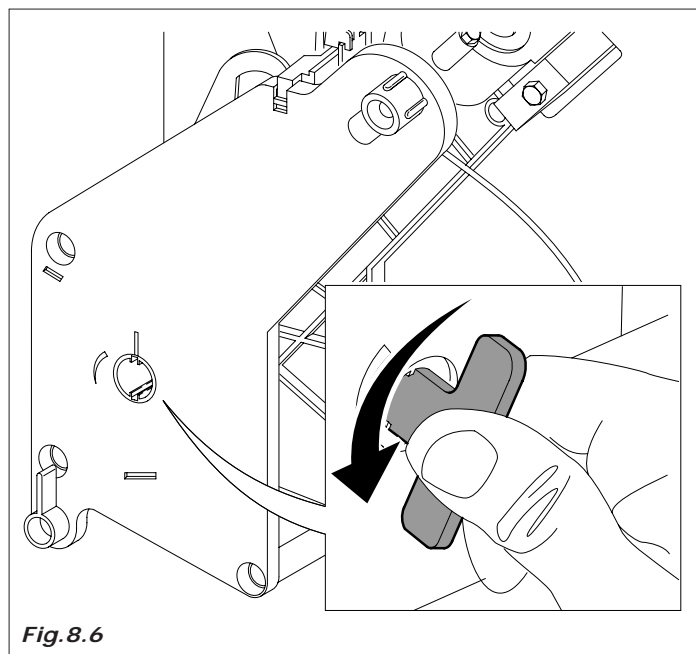

Fig. 8.6
- limpar os resíduos de pó de café do grupo, é possível extrair o grupo café para facilitar o trabalho (Fig. 8.6)